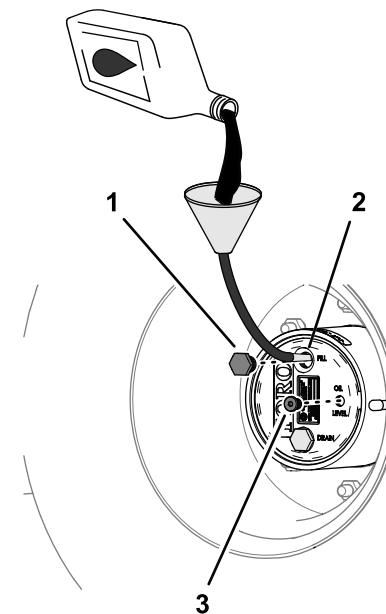

Figura 98
verificación (Figura 98); consulte Especificación del lubricante del engranaje planetario (página 76).
6. Instale el tapón de llenado y el tapón de verificación (Figura 98).
1. A través del orificio del tapón de llenado, añada lentamente el lubricante de engranajes especificado; consulte la Figura 98 de Comprobación del lubricante de la transmisión planetaria \(página 76\).
3. Instale el tapón de llenado y el tapón de verificación; consulte la Figura 98 de Comprobación del lubricante de la transmisión planetaria \(página 76\).